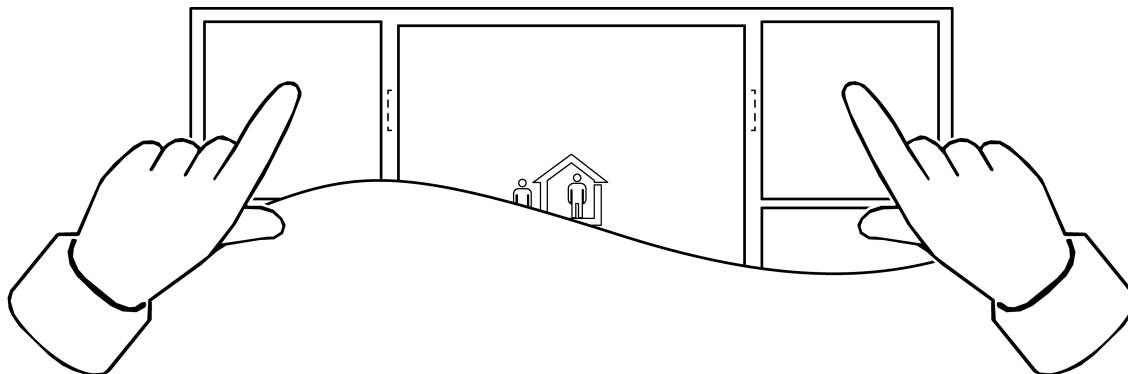

Bild 1: Menü öffnen oder verlassen
- Ins Menü wechseln: Gleichzeitig die beiden obersten Tasten drücken (Bild 1).